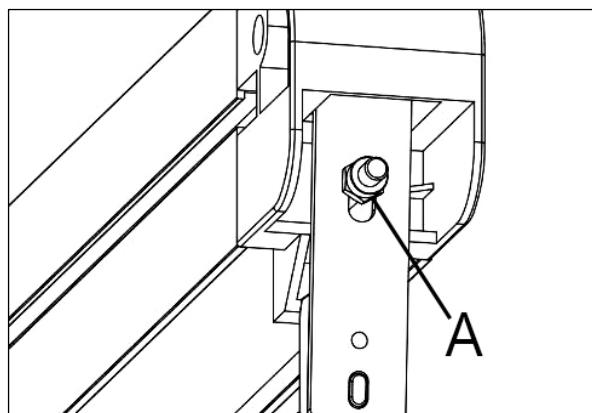
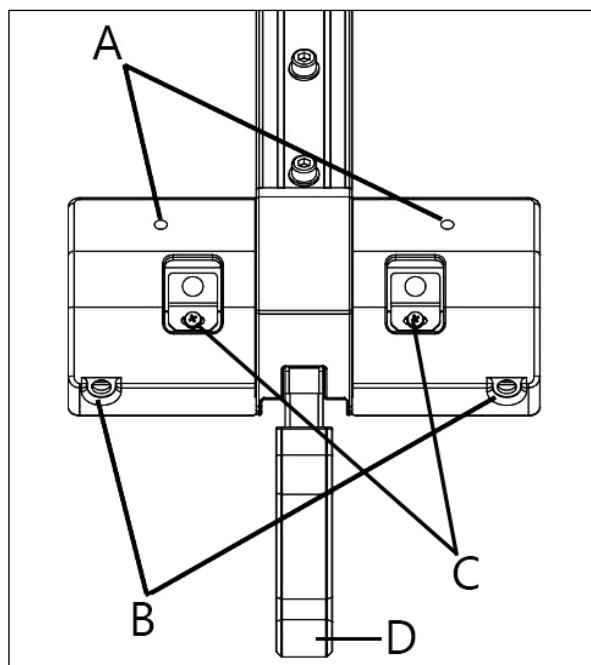

Рисунок 35.
Рисунок 36.
- Поворачивайте гайку А (рис. 35) до тех пор, пока параллельный упор не будет крепко удерживаться, когда рычаг блокировки D (рис. 36) будет установлен в нижнее положение.
- В случае, если требуется регулировка, разблокируйте параллельный упор и поверните один из двух регулировочных винтов A (рис. 36). Зафиксируйте параллельный упор и повторите проверку. Продолжайте эту процедуру, пока параллельный упор не будет перпендикулярен рабочему столу.
- Если требуется регулировка, разблокируйте параллельный упор и поверните один из двух регулировочных винтов B (рис. 36).
- Ослабьте два регулировочных винта C (рис. 36) и двигайте указатель влево или вправо, пока указатель (красная линия) не сравняется со значением измерения, полученным на предыдущем шаге.
Разблокируйте параллельный упор, подняв рычаг блокировки D (рис. 36).